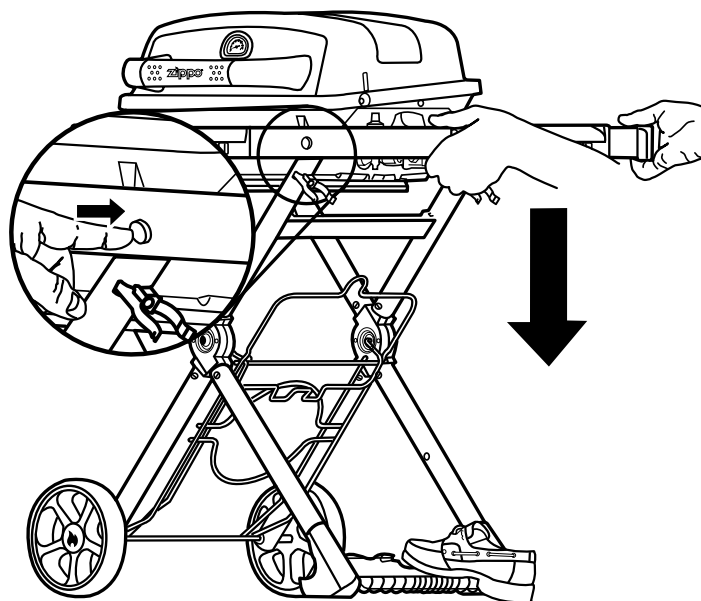

figure 30
1. Appuyer sur les boutons de chaque côté de la surface de travail, comme indiqué à la figure 30.
2. Placer le pied sur la poignée de remorquage comme le montre la figure 30.
3. Baisser soigneusement la surface de travail tout en gardant votre pied fermement sur la poignée de la patte ③.